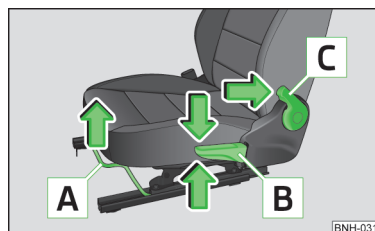

Fig. 48
**Elementos de mando en el asiento » fig. 48**
- Tirar de la palanca **A** » fig. 48 (en el centro) en la dirección de la flecha y desplazar el asiento en la dirección deseada.
- Tire de nuevo de la palanca **B** » fig. 48 en el sentido de una de las flechas y presione.
- Tire la palanca **C** » fig. 48 en el sentido de la flecha, y ajuste con la espalda la inclinación deseada del respaldo.